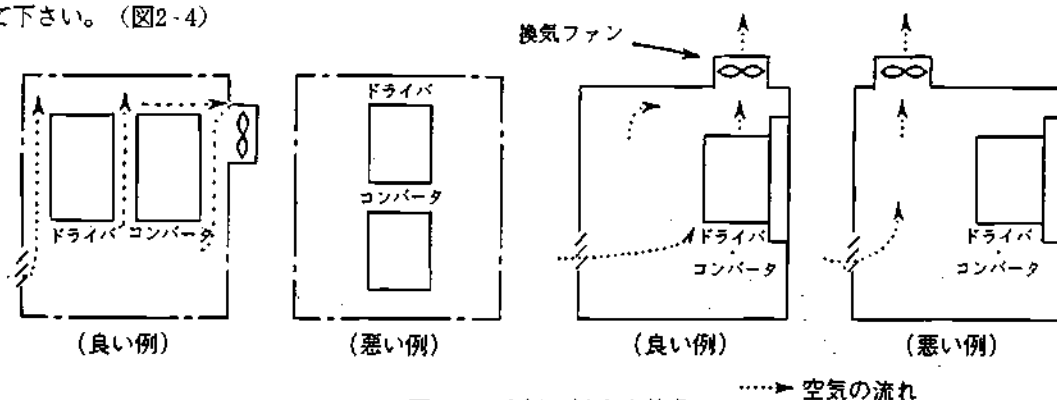

図2-4 冷却に対する考慮
(1) ドライバの許容範囲温度は、0～50℃の範囲です。
(2) 冷却プロアは算出される容量以上のものにしてあります。
- (3)多軸構成とし、1つの収納盤に複数のドライバを配置する場合は、特に冷却に対する考慮をして下さい。
- (4)NPSA-D型コンバータとドライバには冷却用ブロアを使用しています。通風の妨げとならないように空間をとって下さい。
- (5)盤内に収納する場合、複数台のドライバを収納するときや、盤内換気用ファンを取付ける場合、換気ファンの取付位置が悪いとドライバの周囲温度が上昇したり換気効果の低減をおこしますので十分な注意をして下さい。(図2-4)